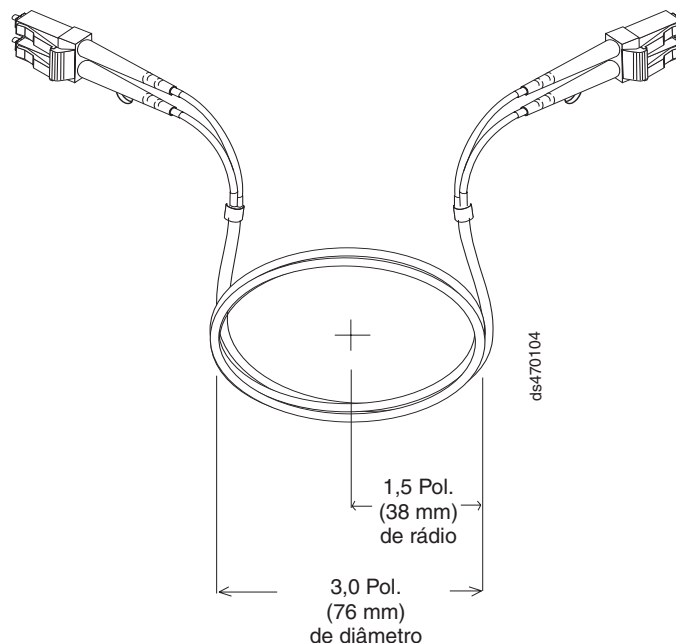

Figura 19. Especificações de Melhor Prática para Curvatura e Looping para Cabos de Fibra Ótica
- Ao armazenar cabos de fibra ótica em excesso ou não utilizados, não entorte os cabos em um diâmetro menor que 76 mm (3 Pol.) ou em um raio menor que 38 mm (1,5 Pol.) ou enrole-os ao redor deles mesmos. Consulte Figura 19 na página 51.